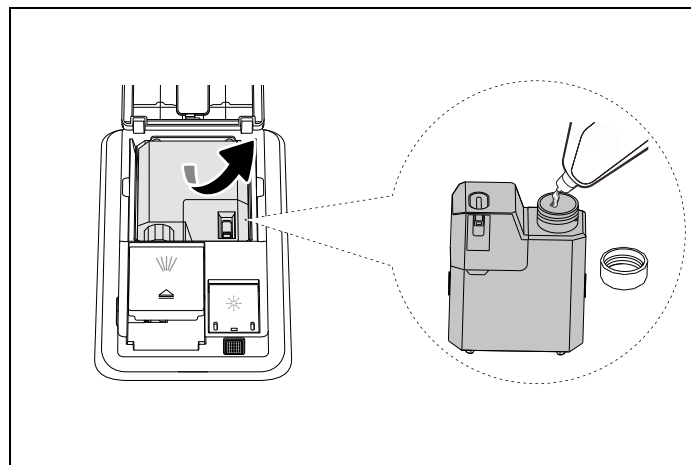

Fig. 68
- Retirez le flacon de détergent liquide vide et versez-y le détergent liquide comme indiqué Fig. 68 (utilisez uniquement du détergent liquide pour lave-vaisselle).